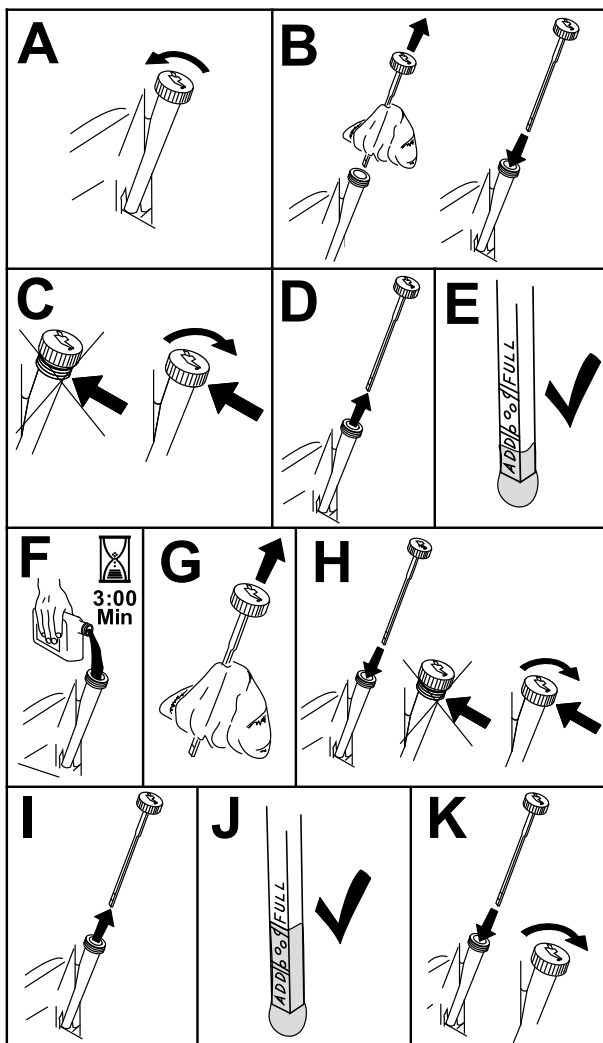

Figura 46
3. Pentru a înlături murdăria, iarba tăiată etc. departe de motor, curățați zona din jurul bucnului rezervorului de ulei și al jojei înainte de a o scoate (Figura 46).